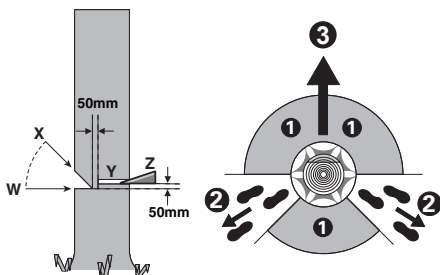

Figura 1
Faceți tăietura de doborâre (Y) cu cel puțin 50 mm mai sus decât tăietura orizontală de creștere prezentată în figura 1. Nu executați o tăietură de doborâre completă, ci doar atât de adâncă încât să mai rămână o legătură (adaos pentru doborâre), care să acționeze ca o balamă. Astfel veți împiedica răsucirea copacului și căderea acestuia în direcție greșită. Nu tăiați complet marginea rămasă. În momentul apropierii tăieturii de doborâre de margine, copacul ar trebui să înceapă să cadă. În cazul în care se pare acesta nu va cădea în direcția dorită sau se înclină înapoi iar lanțul de ferăstrău se blochează, întrerupeți tăierea și introduceți pene de lemn, material plastic sau aluminiu (Z) în linia de tăiere dorită, pentru deschiderea tăieturii și doborârea copacului (3). Când copacul începe să cadă scoateți ferăstrăul din tăietură, opriți-l, puneți-l jos și părăsiți zona periculoasă folosind calea de retragere stabilită (2). Fiți atenți la crengile care cad și evitați să vă împiedicați. (Vezi Figura 1)